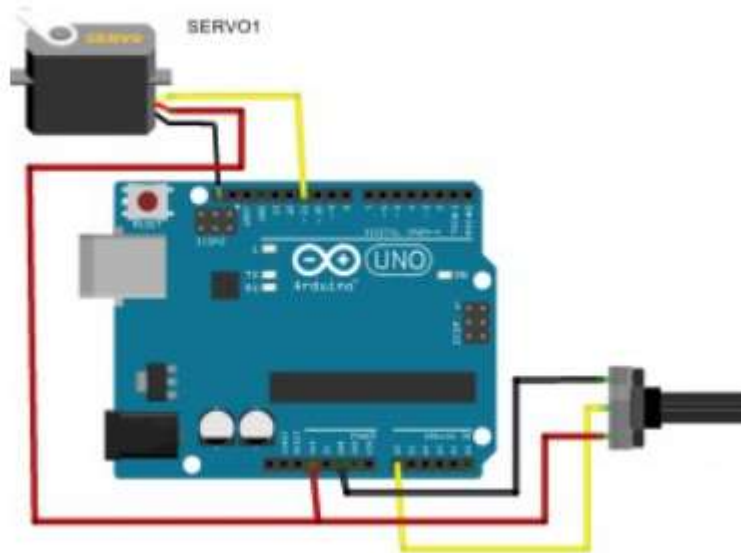

Рис.3.7 – Керування сервоприводом за допомогою зовнішнього потенціометра.
1. Дослідити роботу сервопривода при наявності сигналу керування від зовнішнього потенціометра (рис.3.7)